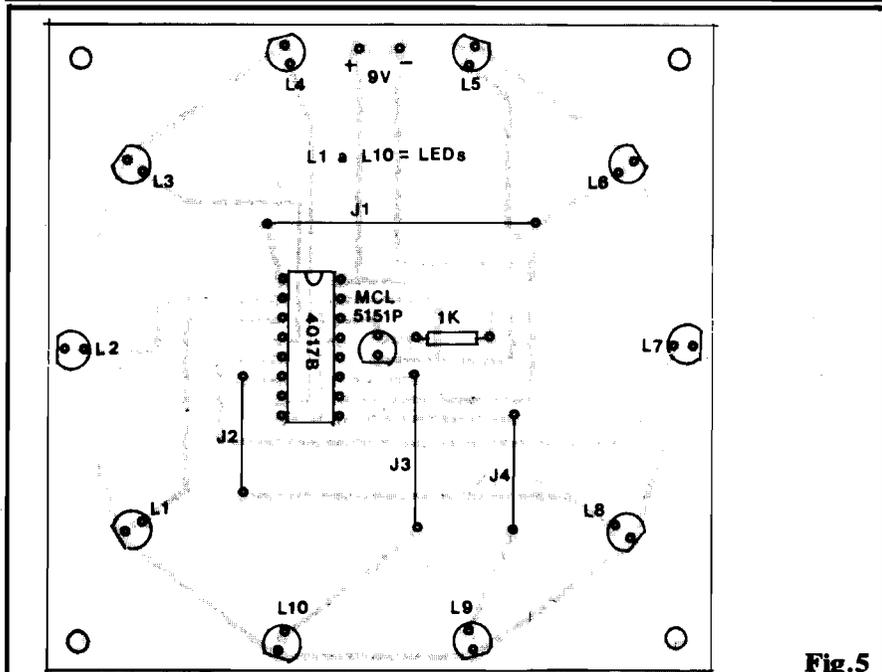

Fig.5
- FIG. 5 - O CHAPEADO DA MONTAGEM - Lado não cobreado da placa, com o Integrado, resistor e 11 LEDs já colocados. Observar, principalmente, os seguintes itens:
GEM - Em 6-A vemos a placa ainda pelo lado não cobreado, enfatizando apenas as ligações externas, à bateria e à chave interruptora... Atenção à polaridade, como sempre demarcada pelas cores dos fios agregados ao "clip" de conexão da bateriazinha: **vermelho** para o **positivo (+)** e **preto** para o **negativo (-)**. Quanto ao acabamento final da montagem, instalação em eventual caixa, etc., o item 6-B dá a nossa sugestão, que, contudo, pode ser tranquilamente modificada, ou mesmo "ignorada" pelo Leitor/"Aluno" que pretenda um visual final diferente... O único padrão rígido do acabamento é a posição dos 11 LEDs, que deverá ser demarcada, num painel de criação do próprio Leitor, usando-se como gabarito o próprio "chapeado" (fig. 5), para que as furações "batam"... De qualquer modo, consideramos que a sugestão, com o painel inclinado, resulta bonita e elegante, ampliando inclusive o "ângulo" de visualização com relação a outros eventuais arranjos. Vocês são livres, para adotar a solução que quiserem... Quanto ao funcionamento, não há muito que conversar: é ligar o interruptor geral (bateria 9V já conetada ao respectivo "clip") e observar... O LED central piscará cerca de 3 vezes por segundo (esse é um padrão de frequência genérico para os LEDs "pisca", podendo variar consideravelmente, já que **não** constitui um parâmetro rígido dos fabrican-